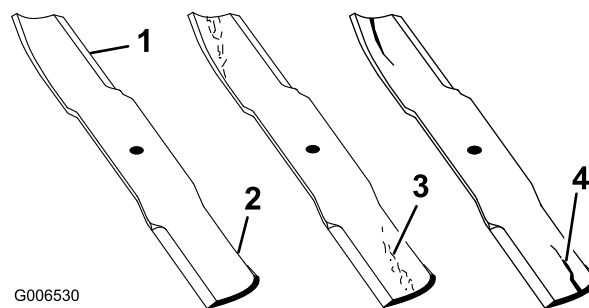

Figura 49
1. Controllate i taglienti (Figura 49). Se i taglienti non sono affilati o presentano intaccature, togliete le lame ed affilatele; vedere Affilatura delle lame.
2. Controllate le lame, in particolare l'area curva (Figura 49). In caso di danni, usura o scanalature nell'area (Figura 49, voce 3) montate immediatamente una nuova lama.